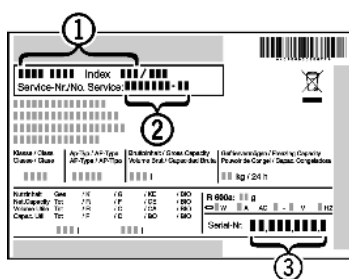

Fig. 16
- ▶ Aflæsapparatets betegnelse Fig. 16 (1), service-nr. Fig. 16 (2) og serie-nr. Fig. 16 (3) fra typeskiltet. Typeskiltet er anbragt på apparatets venstre inderside.
- ▶ Underret vores kundeservice og meddel fejlen, apparatets betegnelse Fig. 16 (1), service-nr. Fig. 16 (2) og serie-nr. Fig. 16 (3).